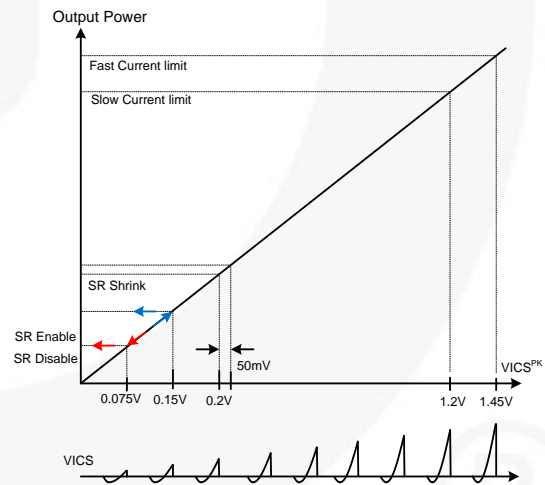
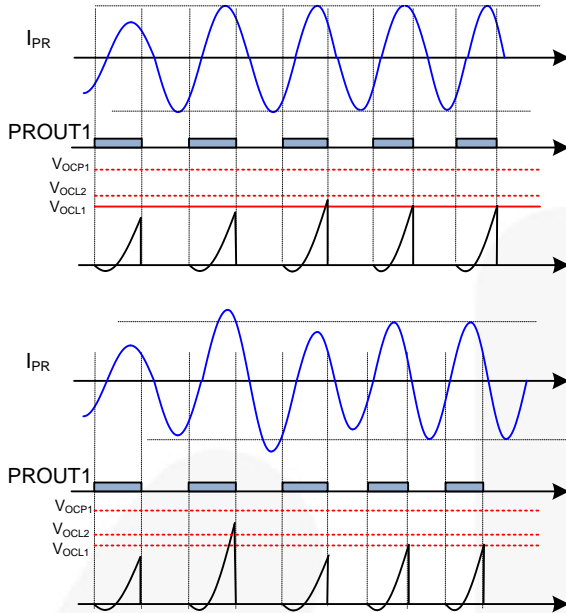
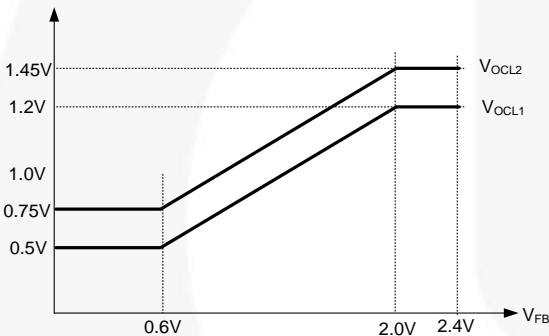

图 63. 与 V_{ICS} 峰值电压有关的功能
图 64. 通过频率偏移（补偿截止）的 ICS 引脚限流
图 65. 限流阈值调制与反馈电压的函数关系
由于电流感测电压 (V_{ICS}) 积分的峰值与 LLC 谐振转换器的平均输入电流成比例关系，用于四个主要功能，如图 63 所示。
- (1) SR 栅极收缩：为保证轻负载运行期间 SR 运行稳定，SR 死区时间（导通/关断转换）将增加，从而导致 V_{ICS} 峰值降至 V_{TH1} (0.2 V) 以下时 SR 栅极收缩。当 V_{ICS} 峰值升至 0.25 V 以上时，SR 死区时间将降至编程值。
- (2) SR 禁用和使能：在极轻负载条件下，当 V_{ICS} 峰值小于 V_{TH3} (0.075 V) 时，将禁用 SR。当 V_{ICS} 峰值增加到 V_{TH2} (0.15 V) 以上时，将使能 SR。
- (3) 过流限制： V_{ICS} 峰值还用于输入限流。如图 63 所示，存在两种不同的限流（快速和缓慢）。在轻度过载条件下，当 V_{ICS} 峰值增加到缓慢限流电平 (V_{OCL1}) 以上时，内部反馈补偿电压将缓慢降低以限制输入功率。此情况将一直持续，直到 V_{ICS} 峰值降至 V_{OCL1} 以下。在较为严重的过载条件下， V_{ICS} 峰值将超过快速限流阈值 (V_{OCL2}) 且内部反馈补偿电压将快速降低以限制输入功率，如图 64 所示。此情况将一直持续，直到 V_{ICS} 峰值降至 V_{OCL2} 以下。 V_{ICS} 值的限流阈值还会随着电压感测信号 (V_{FB}) 的减弱而改变，以便在过载条件下限制输出电流，如图 65 所示。当转换器在深低于谐振操作下运行较长的保持时间（请参考保持时间升压功能）时，这些限制阈值将变为较高的值 ($V_{OCL1.BR}$ 和 $V_{OCL2.BR}$)。
- (4) 过流保护 (OCP1)：当 V_{ICS} 峰值大于 V_{OCP1} (1.9 V) 时，将触发过流保护。将增加 150 ns 去抖动时间，以进行过流保护。当转换器在深低于谐振操作下运行较长的保持时间（请参考保持时间升压功能）时，这些 OCP 阈值将变为较高的值 ($V_{OCP1.BR}$)。